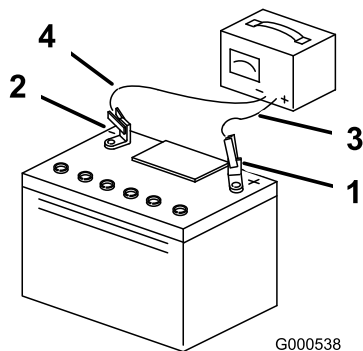

Figura 44
5. Quando la batteria è completamente carica, staccate il caricabatterie dalla presa elettrica e scollegate i cavi di ricarica dai poli della batteria (Figura 44).